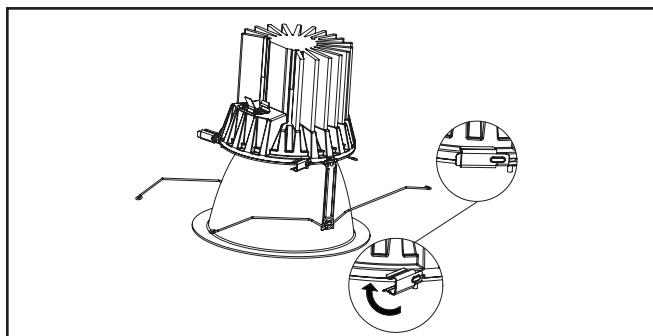

Figure 9.
8. Tournez les attaches latérales (3) en place pour fixer l'assemblage de la garniture au moteur lumineux à DEL en toute sécurité (Figure 9)